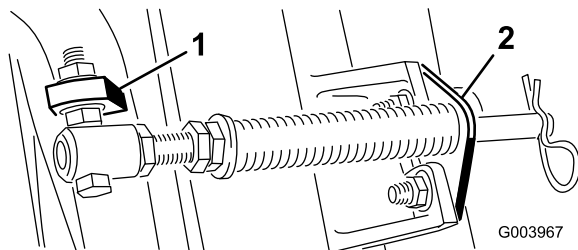

Figura 5
Nota: Coloque la cabeza del perno en el exterior de la pestaña, según se muestra en **Figura 5**.
- D. Monte el soporte de la varilla en las pestañas de la unidad de corte con los pernos de cuello cuadrado y las tuercas (**Figura 5**).